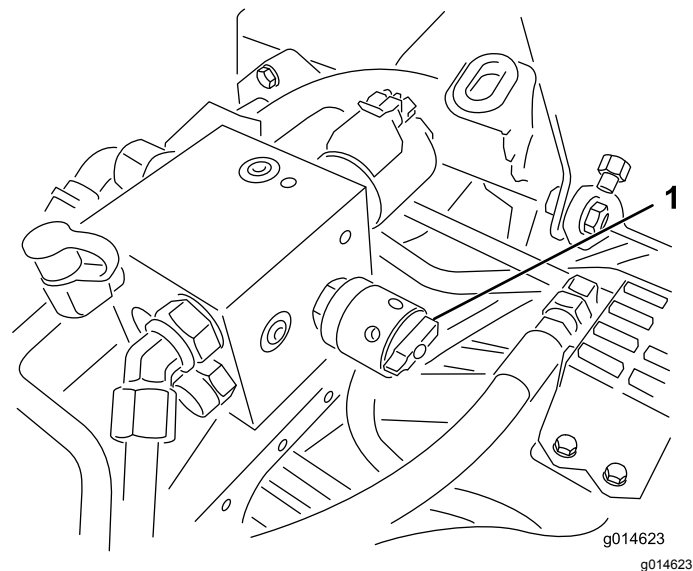

Bild 52
6. Drehen Sie den Spindeldrehzahlregler auf die Einstellung 1 (Bild 52).
4. Drehen Sie zum Einstellen der Spindeldrehzahl das Handrad (Bild 52), bis die Anzeigepfeile auf die Nummer zeigen, die der gewünschten Einstellung entspricht, die Sie in Schritt 3 ermittelt haben.